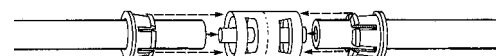

Figure 4-19b. Insertion des extrémités des tubulures
7. Insérez les extrémités de la tubulure sur le connecteur (**figure 4-19b**).